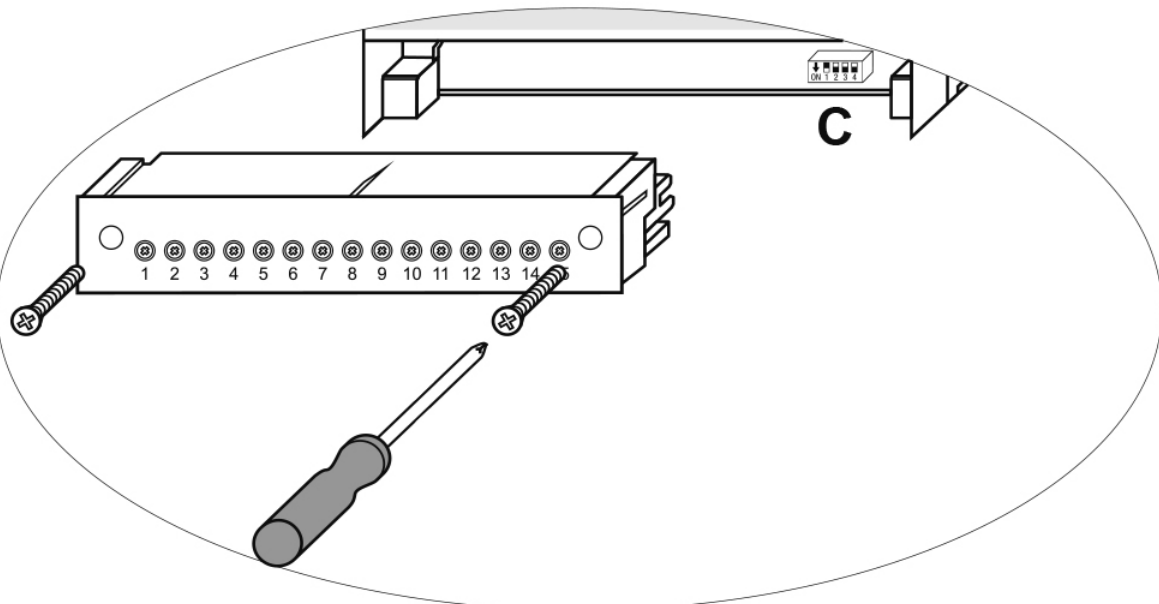

Fig. 14
Code switch C : S1 = ON, S2 = OFF, S3 = OFF, S4 = OFF Voir figure 14.
- Bornier inférieur : dévisser les vis de fixation gauche et droite. Fig. 14